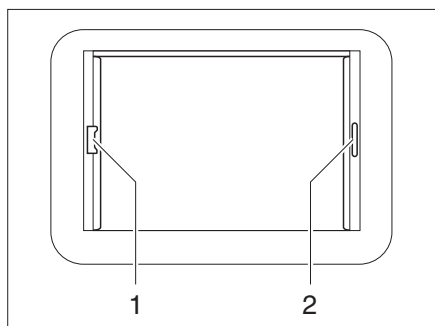

Fig. 48 Lanterneau Heki, verrouillage du store
- Tirer le dispositif occultant plissé par la poignée (Fig. 48,2) et le relâcher lorsqu'il a atteint la position voulue. Le dispositif occultant plissé reste alors à cette position.
- Tirer sur la poignée (Fig. 48,1) de la moustiquaire jusqu'à toucher la poignée du dispositif occultant plissé (Fig. 48,2) située vis-à-vis et la faire s'enclencher.
- Appuyer sur la poignée de la moustiquaire vers l'arrière et le haut et décrocher la moustiquaire du dispositif occultant plissé (Fig. 48,2).